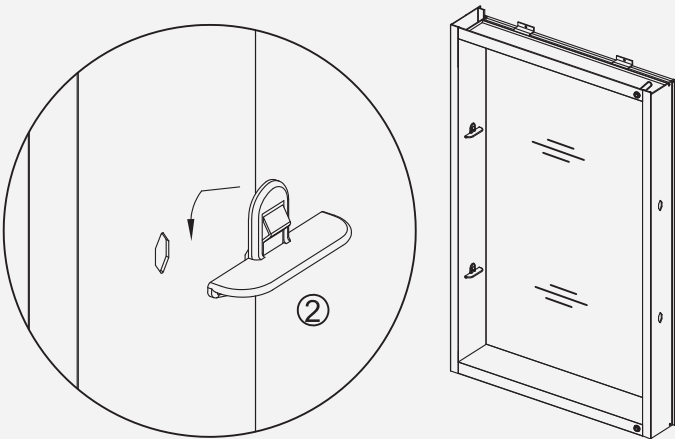

Fig 16
**1.** Inserte el clip ② transparente del estante en la ubicación del agujero correspondiente, utilizando 2 clips por estante (Fig 16).